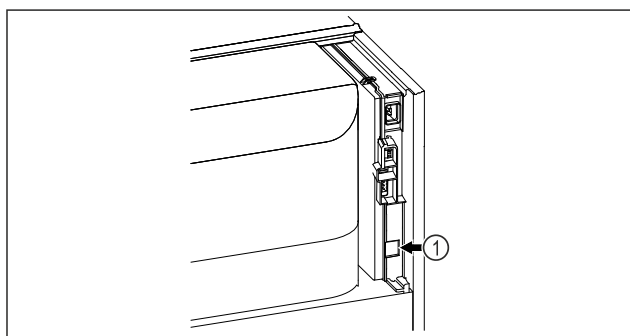

Fig. 134
- ☐ SmartModule Fig. 134 (1) er satt inn.